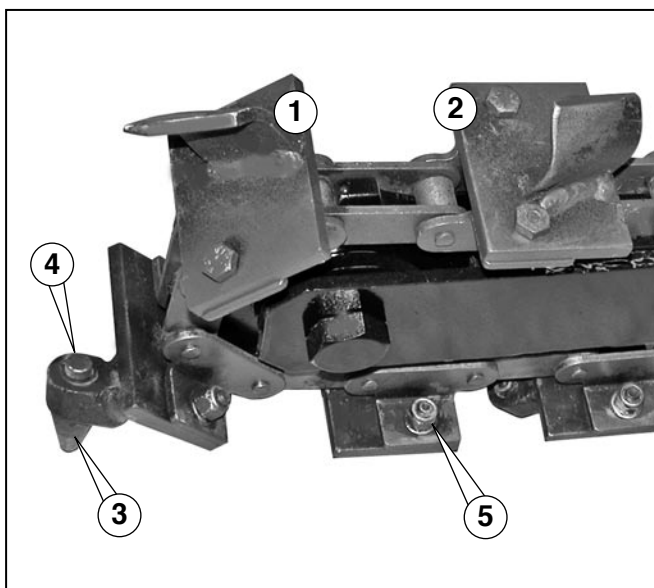

Fig. 13 - Utensili catena
- **UTENSILE AD ASOLA.** Per la sostituzione degli utensili ad asola (1 e 2 Fig. 13) va sostituito l'intero utensile, svitando i due bulloni che lo fissano (5 Fig. 13).
il picco sfilandolo dalla sede togliendo l'anello Seeger (4 Fig. 13) e sostituirlo con uno nuovo.